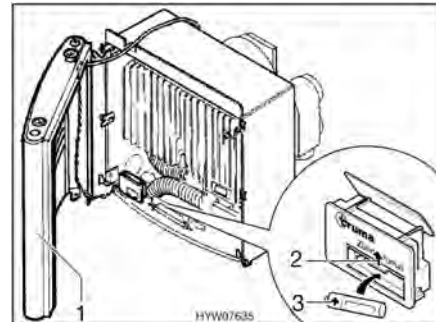

Fig. 118 Calefacción abierta
- Colocar a un lado el revestimiento (Fig. 118,1) para que no se tenga que desenchufar el cable de conexión del ventilador de aire caliente y de la lámpara de control de encendido.
- Empujar hacia arriba la tapa del compartimento de las pilas en el dispositivo automático de encendido (Fig. 118,2).
- Colocar una pila nueva (Fig. 118,3) del mismo tipo con la polarización correcta (+/-) en el compartimento de las pilas en el dispositivo automático de encendido. Utilizar únicamente pilas Mignon resistentes a la temperatura (+70 °C) y protegidas contra derrames.